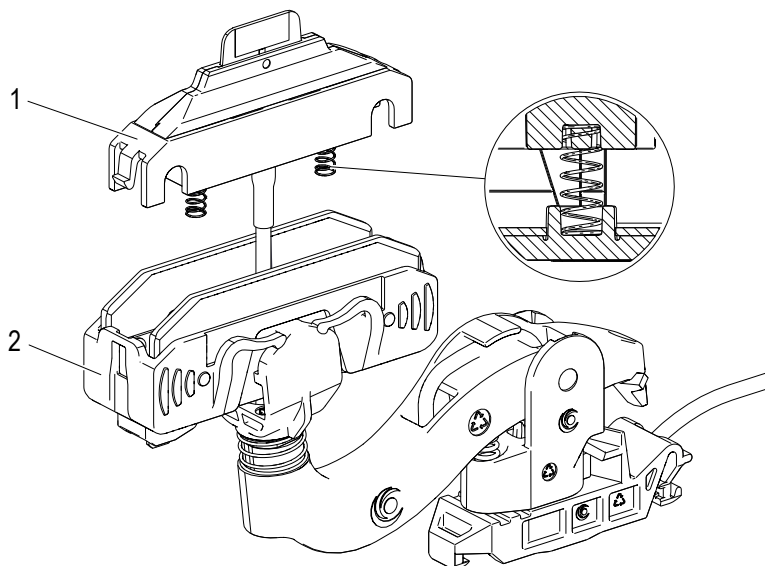

Abb. 168: Das Abnehmergehäuse (1) wird mit der Wippe (2) montiert
→ Das Abnehmergehäuse (1) und Wippe (2) montieren. Die Datenleitung vorsichtig nachziehen (siehe Abb. 168).